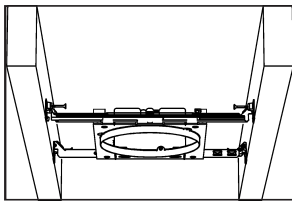
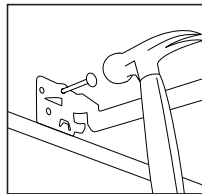

Figure 10
Figure 11
Étape 1. Prolongez les barres de suspension pour les installer entre les poutrelles. La barre de suspension est profilée pour s'aligner facilement avec le bas de la poutrelle (Fig. 10). Positionnez le luminaire en clouant les Real-Nails^{MD} dans les poutrelles (Fig. 11).